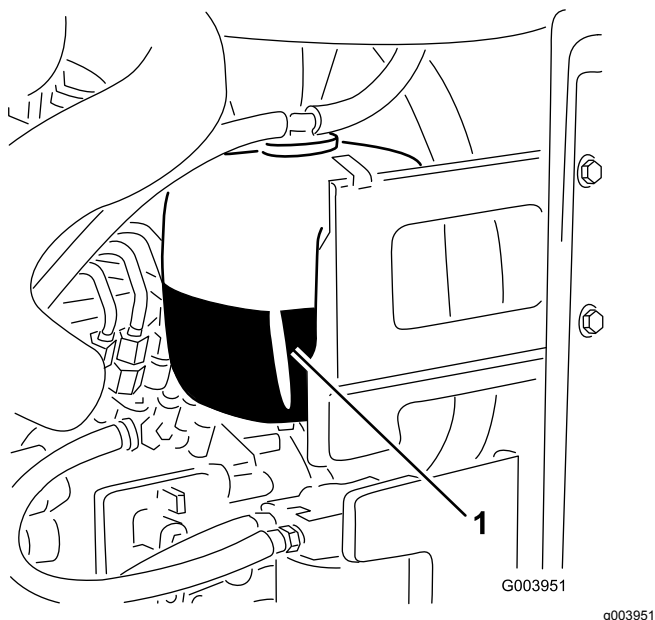

Figure 58
1. Vérifiez le niveau du liquide de refroidissement dans le vase d'expansion (Figure 58).